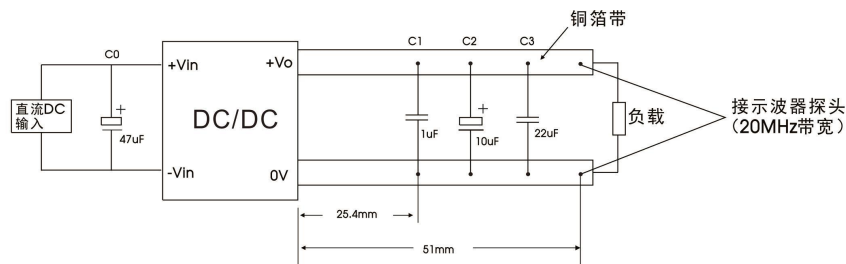

图 2
②按 0% -100%负载工作条件测试时, 负载调整率的指标为±3%;
③0% -5%的负载纹波&噪声小于等于 300mV, 纹波和噪声的测试方法详见图 2。
所有该系列的 DC/DC 转换器在出厂前，都是按照下图 2 推荐的测试电路进行测试，探头至铜箔的接线尽量缩短。
C3	参照图 2 中 $C_{out}$ 参数